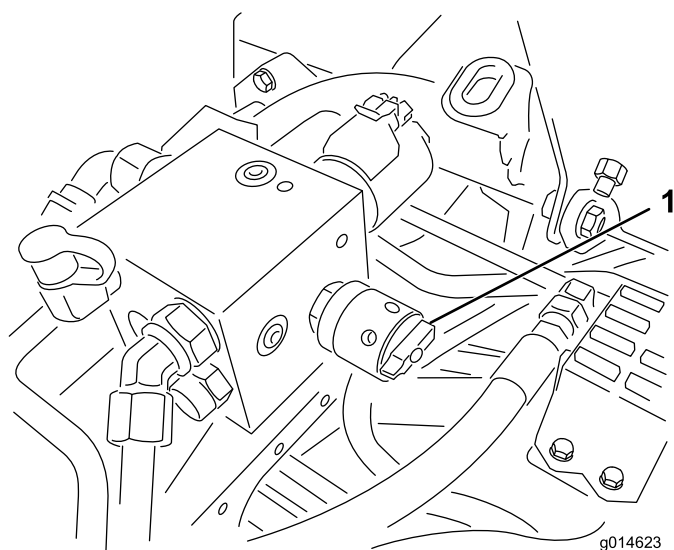

Figura 38
4. Per impostare la velocità dei cilindri girate la manopola (Figura 38) fino a portare le frecce in linea con il numero corrispondente all'impostazione desiderata.